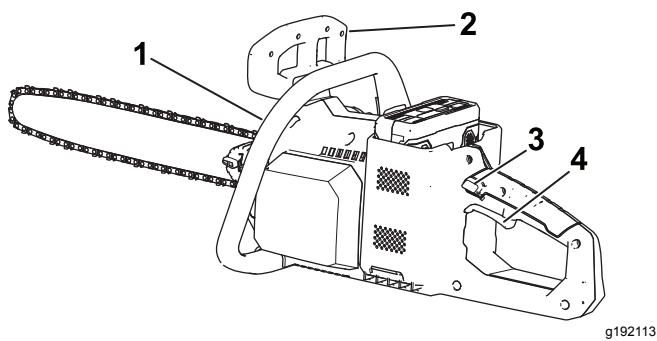

Figure 9
7. Posez une main sur la poignée avant et l'autre sur la poignée arrière, poussez le verrou de la gâchette et serrez la gâchette (Figure 9).